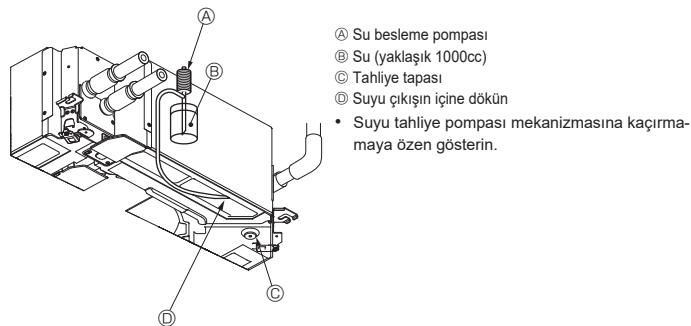

Fig. 7-6
7.4. Tahliye kontrolü (Fig. 7-6)